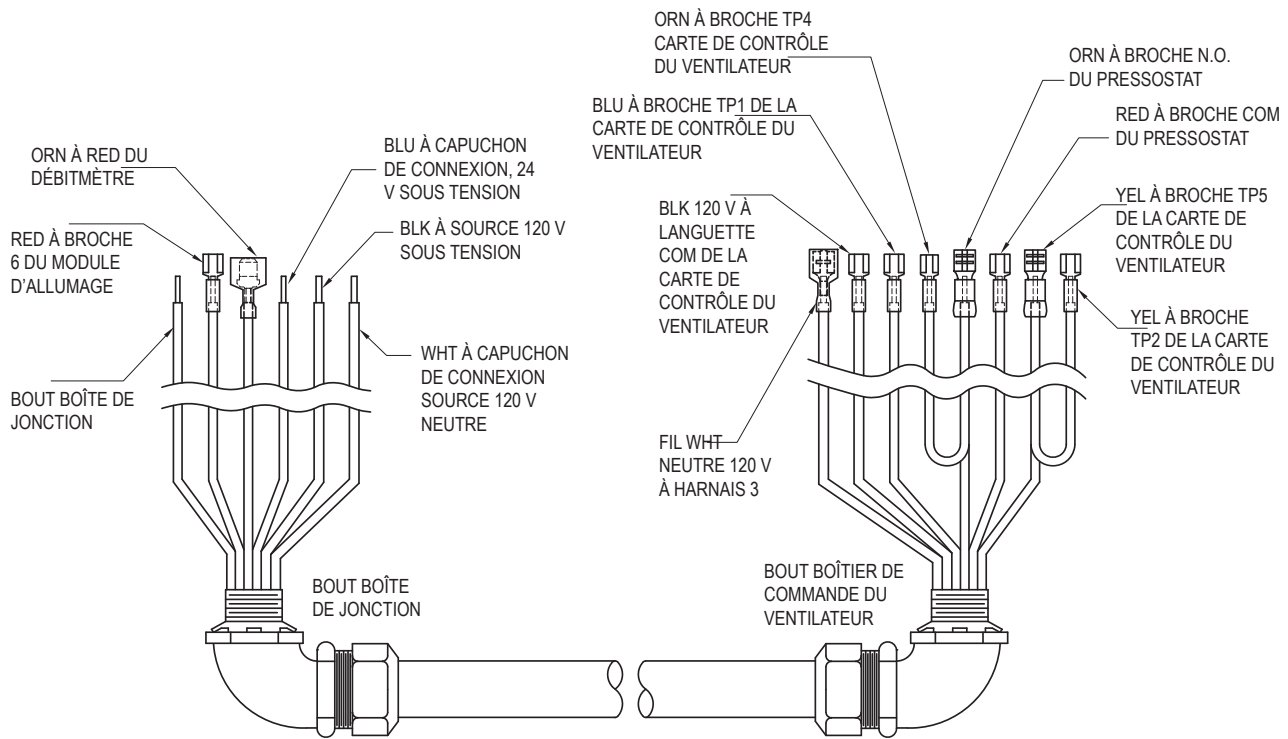

Figure 6. Harnais 2, modèles 0514 à 0824
9. Connectez les fils dans la boîte de jonction, voir **Figure 6**. Déconnectez le fil RED de la broche 6 du module d'allumage. Laissez l'autre extrémité fixée au débitmètre; ce fil sera raccordé au fil ORN du HARNAIS 2. Connectez le fil BLK de 120V qui alimente la chaudière à l'un des pôles sortants de l'interrupteur à 2 pôles.